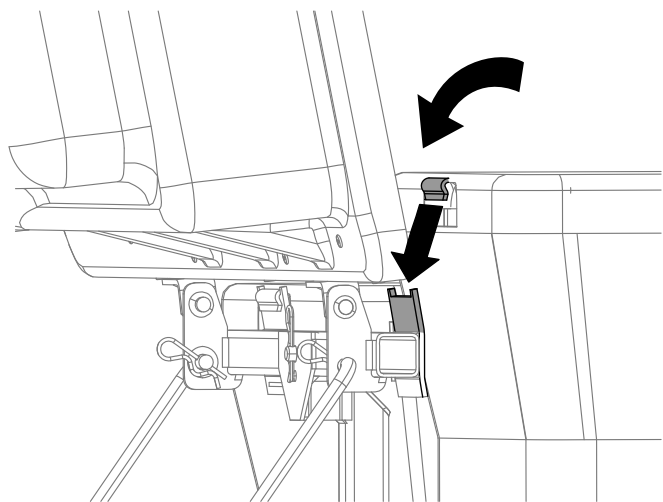

図 16
4. バガートップを持ち上げ、バッグフレームのフックをリテーナブラケットにセットしてバッグを取り付ける 図 16。